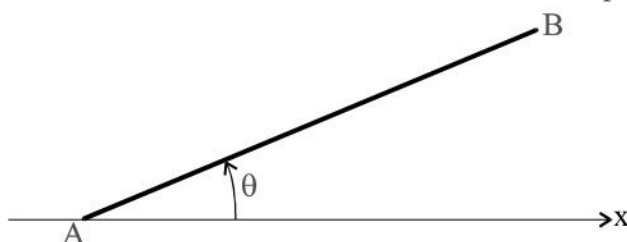

Figure 1
A.2. L'extrémité A de cette tige AB repose sur un plan horizontal sans frottement. La tige est placée initialement verticalement. On la lâche et cet équilibre instable est détruit, si bien qu'à un instant ultérieur t , AB fait un angle θ avec l'horizontal Ax (figure 1).